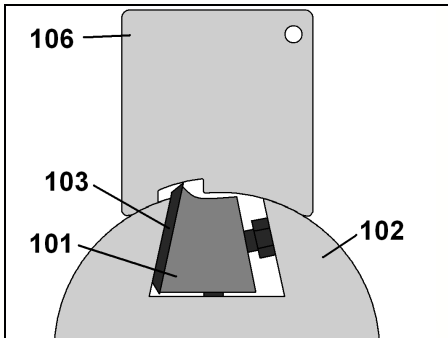

Fig 75
- Placez le gabarit de positionnement (106) (Fig 75):
- il doit reposer parfaitement sur l'arbre (102) de chaque côté de la rainure.
- l'arête de coupe du fer (103) doit se trouver dans le fond de l'encoche.
- Pour remonter le fer (103): serrez les 3 vis à 6 pans creux (107) à l'aide de la clé Allen de 3mm.
- Pour baisser le fer (103): desserrez les 3 vis à 6 pans creux (107) tout en faisant pression sur le fer avec le gabarit jusqu'à ce dernier soit parfaitement positionné.
- Dévissez alors les 4 vis à tête hexagonale (100) de façon à serrer suffisamment l'ensemble: commencez par les 2 vis du centre, puis finissez avec les vis de chaque extrémité.